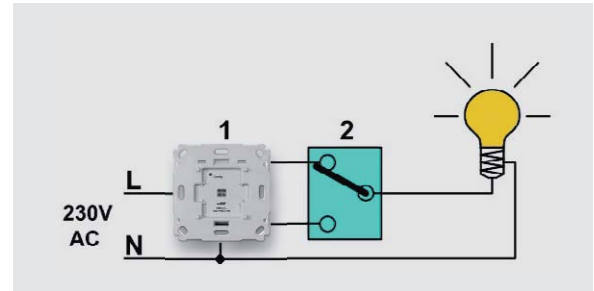

Bild 5: Wechselschaltung mit Homematic Funk-Schaltaktor für Markenschalter
Lösung 1: Der netzversorgte Wechselschalter (1) wird durch den Funk-Schaltaktor für Markenschalter, Unterputz (2) ersetzt, wie in Bild 5 zu sehen ist. Phase „L“ und Neutralleiter „N“ müssen permanent am Funk-Schaltaktor vorhanden sein. Eine Betätigung ist sowohl über den Funk-Schaltaktor als auch über den vorhandenen Wechselschalter (2) möglich. Die Zustandsvisualisierung des Funk-Schaltaktors in der HomeMatic WebUI bzw. in der App kann durch die Bedienung am Wechselschalter verfälscht werden. Diese Art der Installation ist nur dann sinnvoll, wenn die zu schaltende Leuchte bzw. der Verbraucher zu sehen ist.